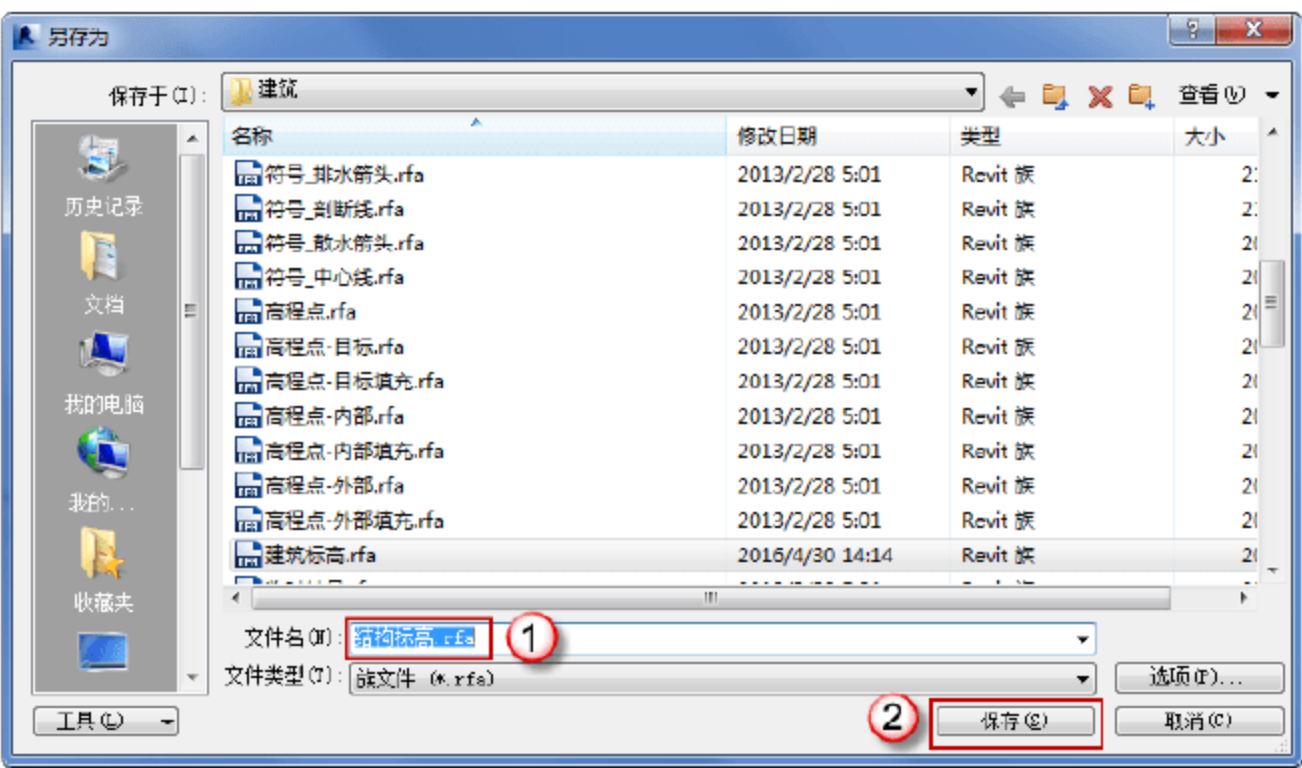

图 1.2.13 另存为“结构标高”
(6) 另存为结构标高。选择“应用程序”→“另存为”→“族”命令，在弹出的“另存为”对话框中将已经调整好的标高标头文件另存为“结构标高”RFA 族文件，如图 1.2.13 所示。